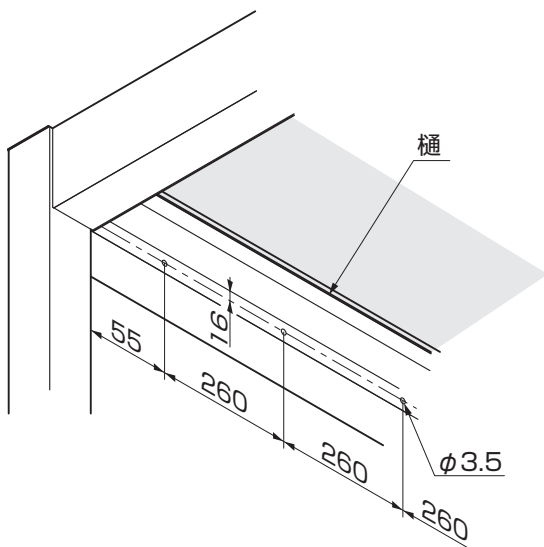
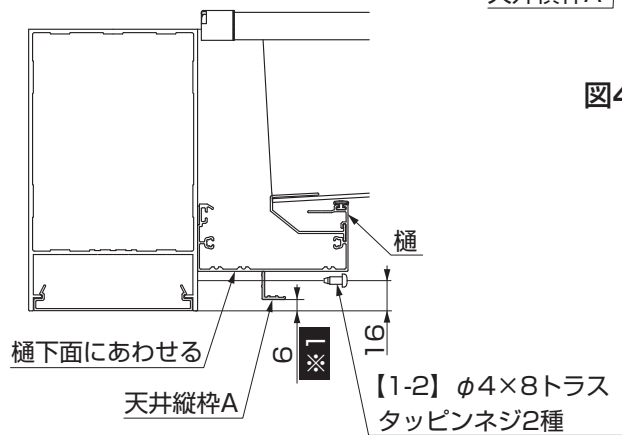

図4-3 B部詳細図
図4-4 B部詳細図
②フレームにφ3.5の下穴をあけ天井横枠Aを※1の寸法の位置に【1-2】で取付けてください。(図4-3、図4-4参照)